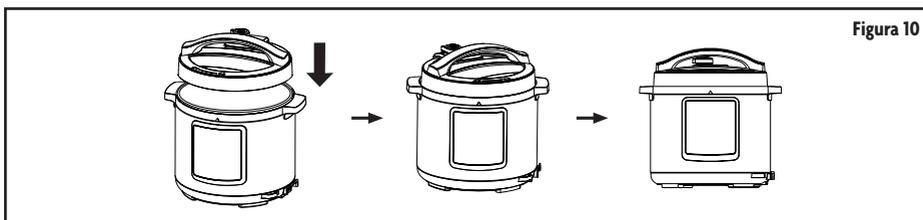

Figura 10
- Si así lo requiere su preajuste de cocción, coloque la tapa sobre la Multicocina (consulte las Pautas de preajuste más abajo). Sostenga la manija y rótelea 30° en el sentido de las agujas del reloj hasta que se traben en su lugar, haga un ruido y se alineen las flechas que hay en la tapa y la base para que quede en posición. Si la tapa no se cierra correctamente, el símbolo se encenderá debajo del nombre Magic Chef. (Consulte la Figura 10.)